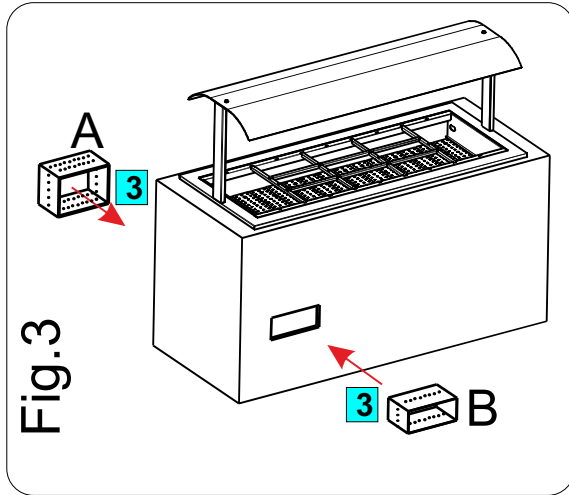

Fig.3
2. CREATE TWO CONVEYORS (A) AND (B) BETWEEN THE DROP-IN AND THE STRUCTUR / FURNITURE FOR PROPER AIR CIRCULATION. SEE FIG 3.
2- Bauen Sie 2 Konveyors (A) und (B) zwischen der Einbauwanne und der Moebelstruktur fuer eine korrekte Luftzirkulation siehe Abbildung 3